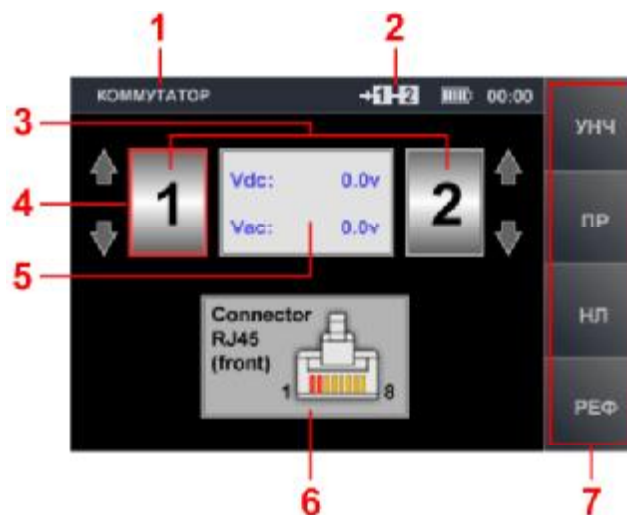

Рис.18
Для входа в режим «КОММУТАТОР» из главного меню (рис.18) нужно с помощью кнопок  и  установить курсор на строку «КОММУТАТОР» и нажать кнопку «ENTER». На экране появится основное меню режима (рис.18).
- с помощью кнопок  и  установить красную рамку (п.4 рис.18) на левое окно меню пар (п.3, рис.18). Затем с помощью кнопок  и  установить требуемый номер провода. Первый провод пары подключен.
- с помощью кнопок  и  установить красную рамку (п.4 рис.18) на правое окно меню (п.3, рис.18). Затем с помощью кнопок  и  установить требуемый номер провода. Пара подключена.
Намера подключенных проводов отображаются на индикаторе информационного поля (п.2, рис.18). Данная информация отображается во всех режимах работы Анализатора до тех пор, пока не будет подключена другая пара проводов. Кроме того, на вспомогательном индикаторе (п.6, рис.18) графически отображается подключенная пара, применительно к розетке RJ45. Подключенные провода помечаются красными маркерами.
Информация о напряжении в подключенной паре проводов выводится на индикатор п.5,рис.18. На индикаторе отображается значение постоянного и переменного напряжения.
Режим «УНЧ» доступен только после подключения к основному блоку электронного коммутатора. Вход в режим возможен из главного меню (рис.18) и из режима «КОММУТАТОР».